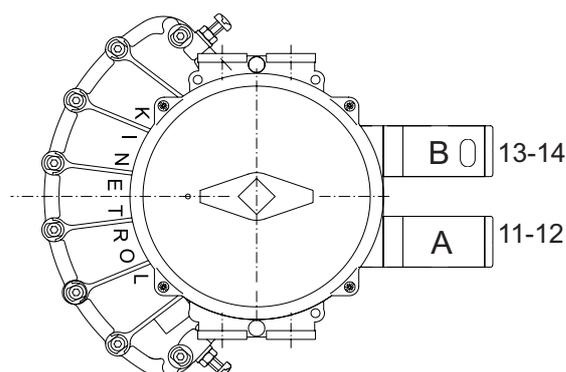

Figure 7
- Orientation des électrovannes : cf figure 7